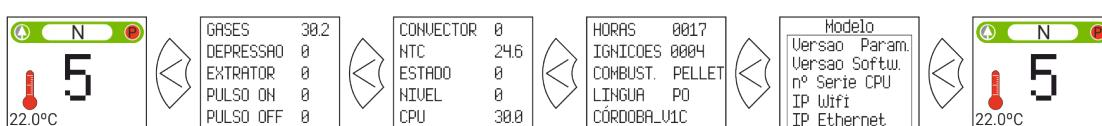

Figura 20
- Teclado: Cor ícone (ponto ③ das *figuras 4 e 5*) ou então, verificando o valor numérico (*figura 20* da alínea **3.10**).